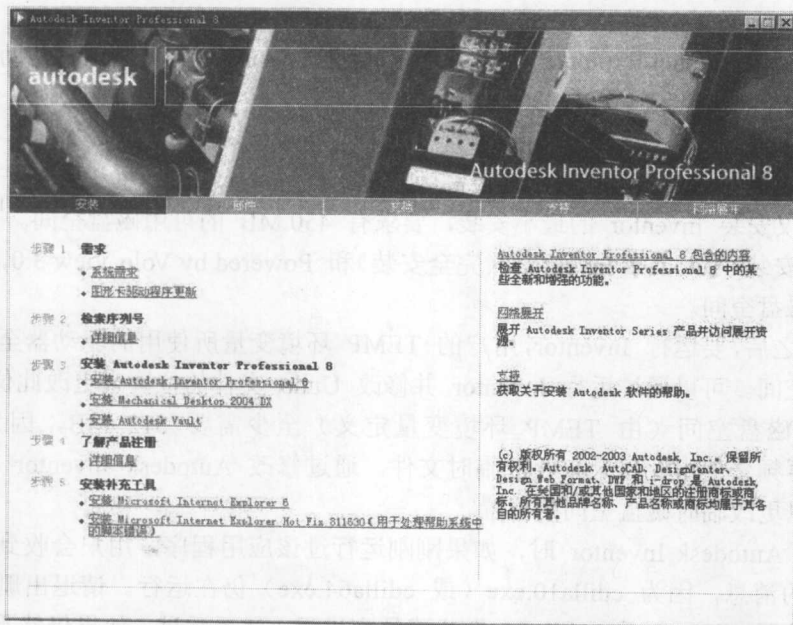
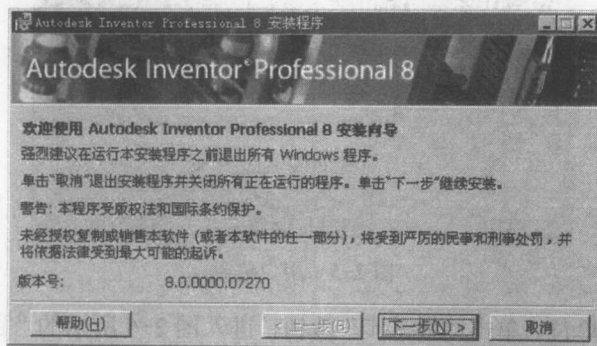

图 2-1 Autodesk Inventor Professional 8 安装向导
图 2-2 安装向导
将 Inventor 安装光盘放入光驱之后,操作系统将启动光盘根目录下的自动运行程序,屏幕上出现图 2-1 所示的【Autodesk Inventor Professional 8】界面。
(1) 单击图 2-1 中的“安装 Autodesk Inventor Professional 8”选项，系统弹出【Autodesk Inventor Professional 8 安装程序】向导界面，如图 2-2 所示。